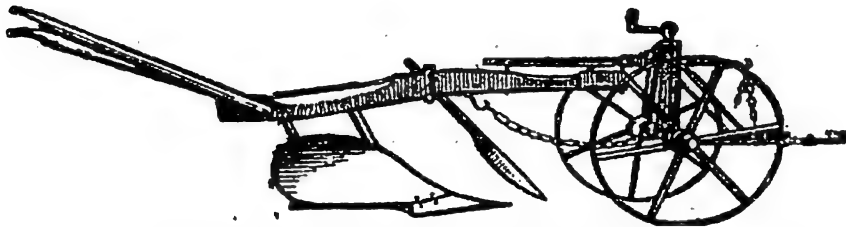

Fig. 4. — Charrue à avant-train.
**6. Les charrues perfectionnées.** — La première amélioration a consisté à fixer en avant de l'age un *avant-train* formé de deux roues (*fig. 4*).